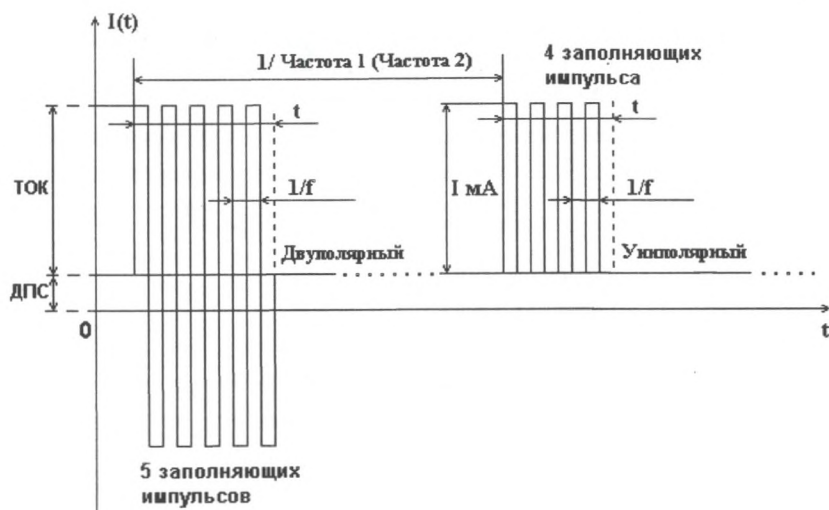

Рис. 1. Выходной электрический сигнал аппарата.
1.3.8. Форма импульса: прямоугольная (рис. 1). Длительность фронта и среза импульса не более 30 мкс.